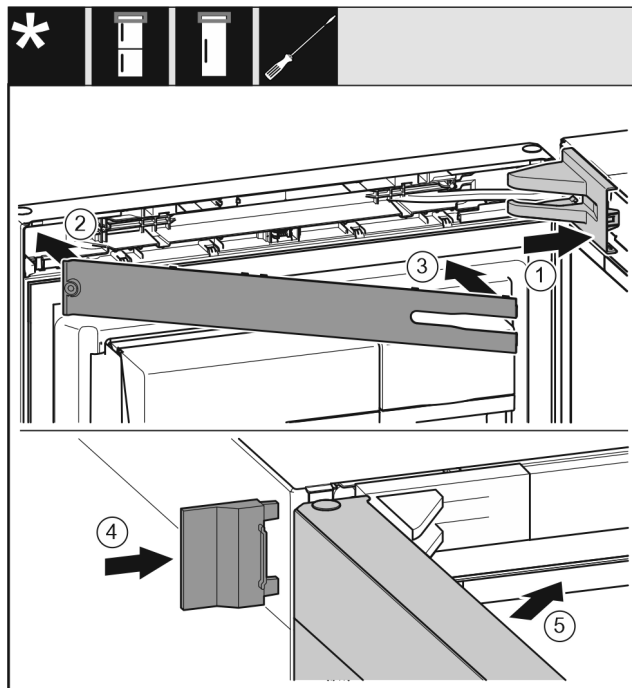

Fig. 31
- ▶ Τοποθετήστε και κουμπώστε το κάλυμμα του στηρίγματος Fig. 31 (1), ενδεχ. ξεκουμπώστε προσεκτικά.
- ▶ Τοποθετήστε το διακοσμητικό κάλυμμα Fig. 31 (2).
- ▶ Διακοσμητικό κάλυμμα Fig. 31 (3)
- ▶ Ωθήστε το εξωτερικό κάλυμμα Fig. 31 (4).
- ▶ Κλείστε την επάνω πόρτα Fig. 31 (5).